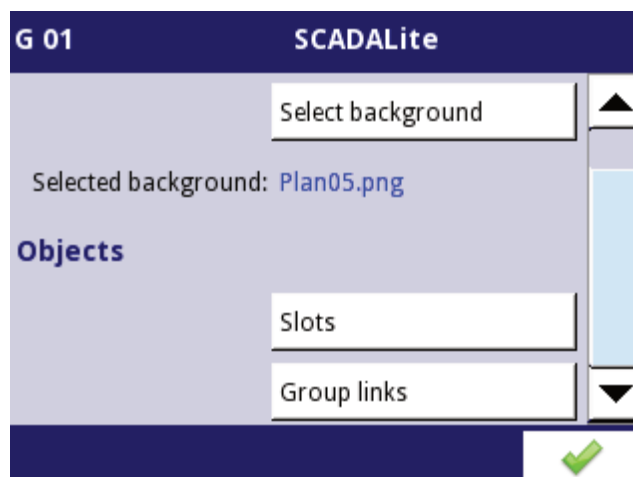

Fig. 7.146. La vista del parámetro SCADALite
- **Ranuras**: este Fig. hace referencia a la configuración de las ranuras individuales. Ver el submenú presentado en la **Fig 7.146**. Permite al usuario acceder a los parámetros que determinan la forma de presentar los resultados: